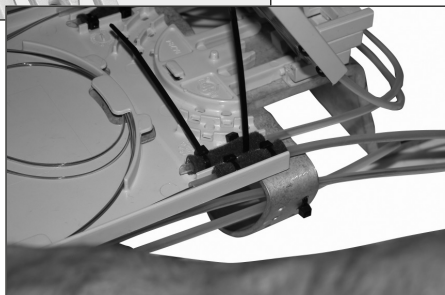

**Figura 49**
**8.3** Aplique 2 vueltas del fieltro azul protector en lo tubo de transporte a partir de los 10 mm de la punta cortada (Figura 49).